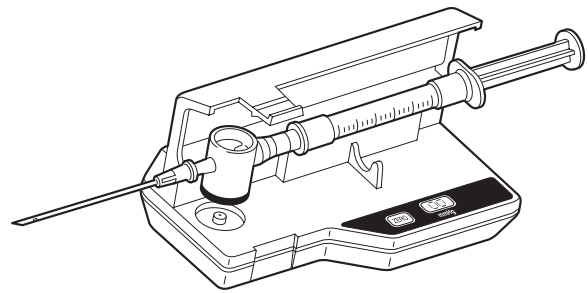

図2
6. 黒色の表面が下方を向くようにして、チャンバーをトランスデューサー・ウェルに配置します。使い捨て品が装着されるまで、ゆっくりと押し込みます。図2を参照してください。